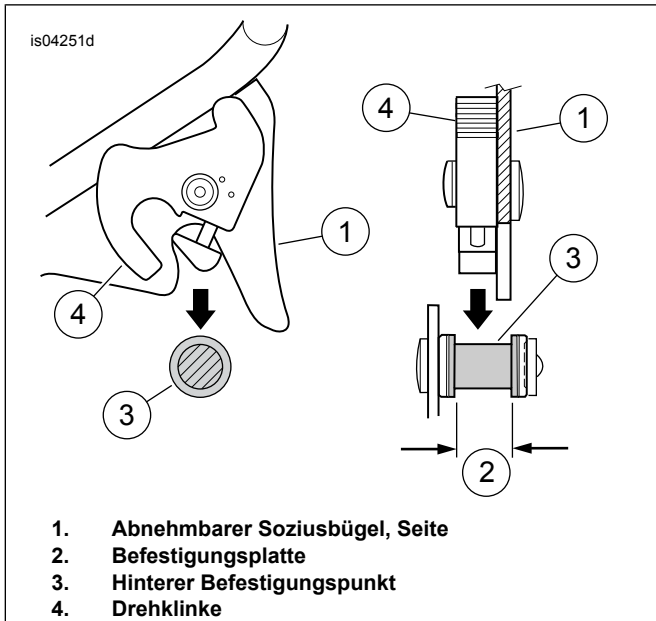
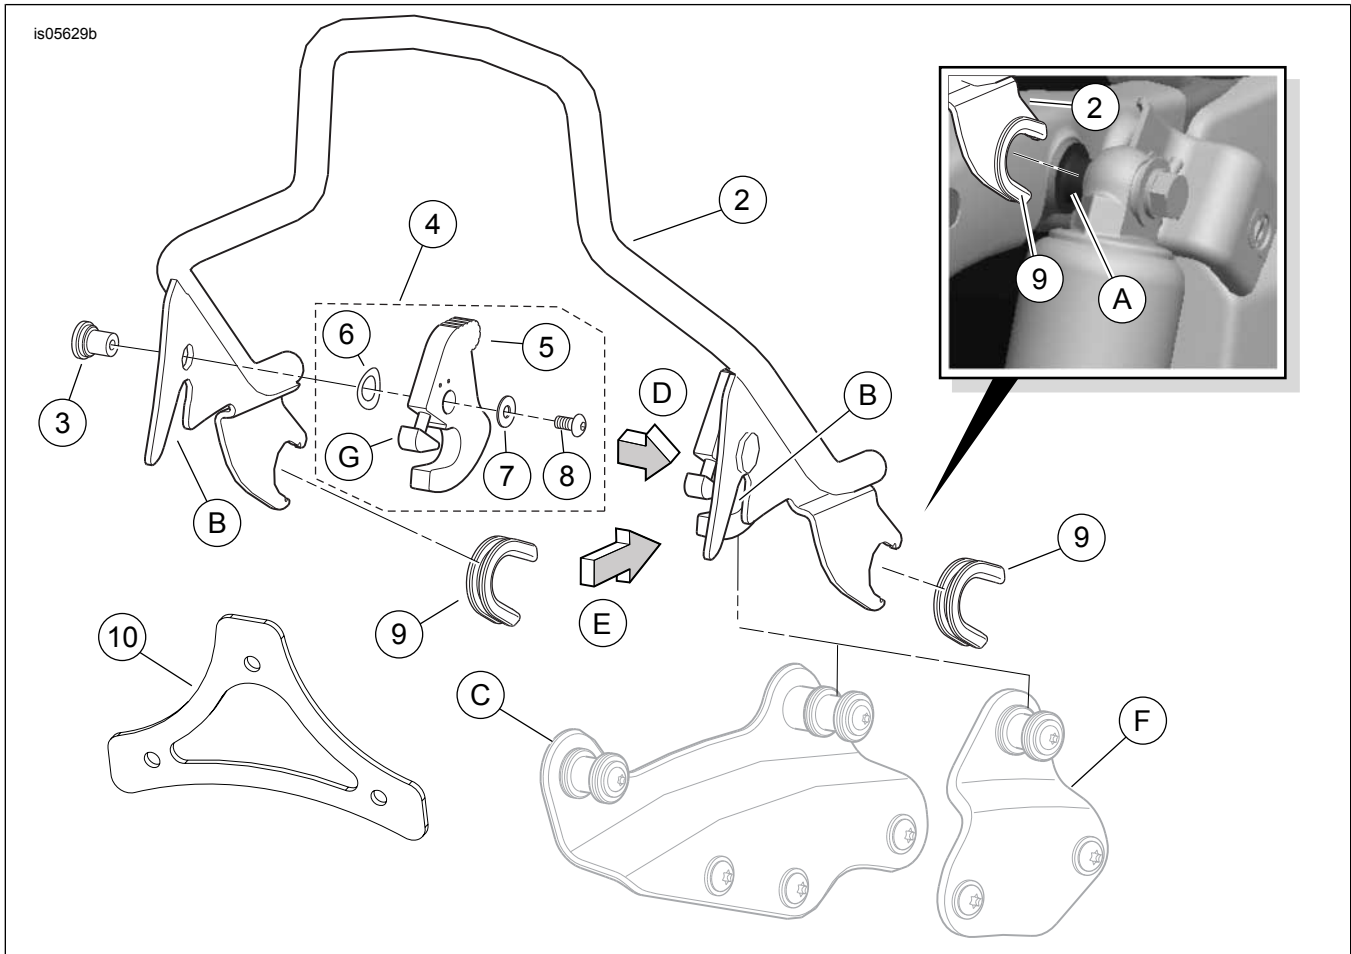

Abbildung 1. Korrekte Ausrichtung der Klinke an hinterem Befestigungspunkt, Ansichten in Richtung der Pfeile (D) und (E)
Abbildung 3. Ersatzteile: H-D Detachables Touring Soziusbügel
Siehe Abbildung 3 und Tabelle 1.
2. Siehe Abbildung 3. Hinter dem Motorrad stehend, Die linken und die rechten vorderen Soziusbügel-Trägerkerben (mit angebrachten Buchsen) auf die Befestigungsstellen (A) an der Innenseite der oberen Stoßdämpferbefestigungen aufsetzen. Sicherstellen, dass die Aussparungsbuchsen (9) vollständig in den Stoßdämpferbefestigungspunkten sitzen.
3. Siehe Abbildung 3, Pfeile (D) und (E), und Abbildung 1. Die Drehklinken (4) über den hinteren Befestigungspunkten (3) platzieren. Sicherstellen, dass die Soziusbügelseiten (1) und Klinken wie dargestellt in die Kehle der hinteren Befestigungsstellen passen. Dazu müssen die Soziusbügelseiten evtl. leicht zusammengedrückt oder gespreizt werden.
*** Nach Einbau des Soziusbügels prüfen, ob dieser sicher befestigt ist. Die vorderen und hinteren Befestigungspunkte müssen vollständig eingerastet sein. Siehe Abbildung 1 für korrekte Einraststellung.**
5. Um den Soziusbügel abzunehmen, auf beiden Seiten den Freigabeknopf (G) drücken. Die Klinkenhebel nach hinten ziehen. Die Rückseite des Soziusbügels behutsam anheben. Den Soziusbügel aus den vorderen Befestigungspunkten ziehen.
D	Zur rechten Fahrzeugseite (Betrachtungsrichtung für Abbildung 1)
E	Zur Fahrzeugvorderseite (Betrachtungsrichtung für Abbildung 1)